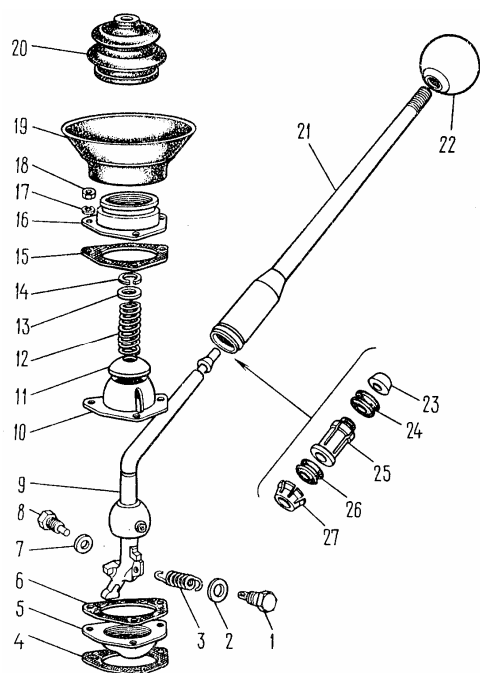

Fig. 3-29. Piezas de la palanca de cambio:
- quitar la copa 19 (fig.3-29), la funda 20 de la palanca, a continuación, el anillo de retención 14, la arandela 13, muelle 12 y la arandela esférica 11;